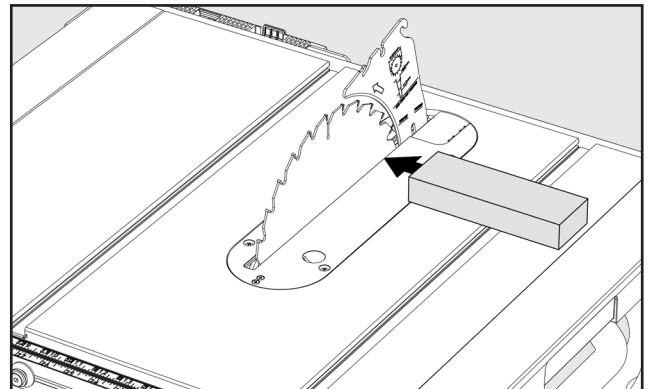

FIGURA 26
5. Si la parte trasera de la cuchilla estaba demasiado cerca de la escuadra de combinación, coloque un bloque de madera en el lado derecho de la cuchilla. Golpee ligeramente con un pequeño martillo o mazo de goma para conseguir el ajuste correcto del paralelismo. Véase la Figura 26.